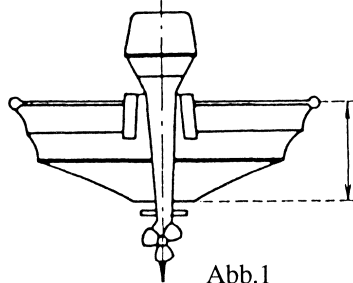

Abb.1
- 1) Position: Spiegelmitte (Abb.1)